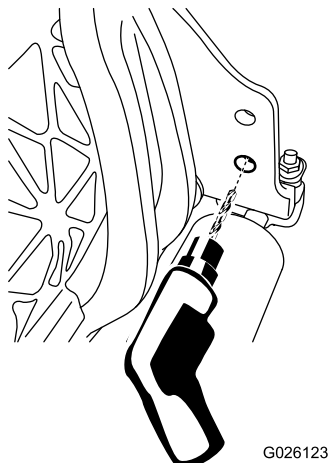

図 5
1. カuttingユニット右側の下穴を、9 mm のドリルで拡大する 図 5。